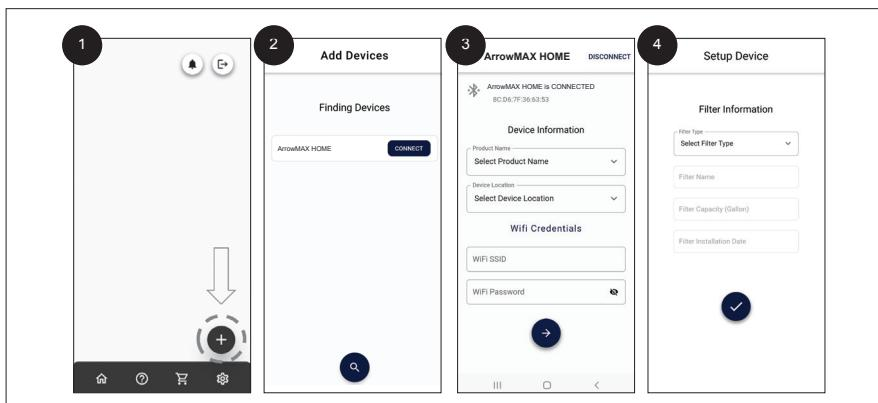

Figure 12 : Configuration de l'application
- Le dispositif doit ensuite être associé au compte en suivant les étapes suivantes, comme illustré à la **FIGURE 12**.